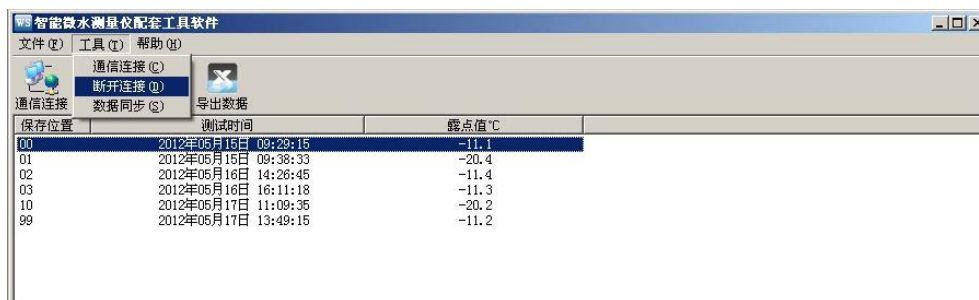

图 25 断开连接
(8) 断开连接。点击工具—>断开连接，将计算机与仪器断开连接，如图 25 所示。